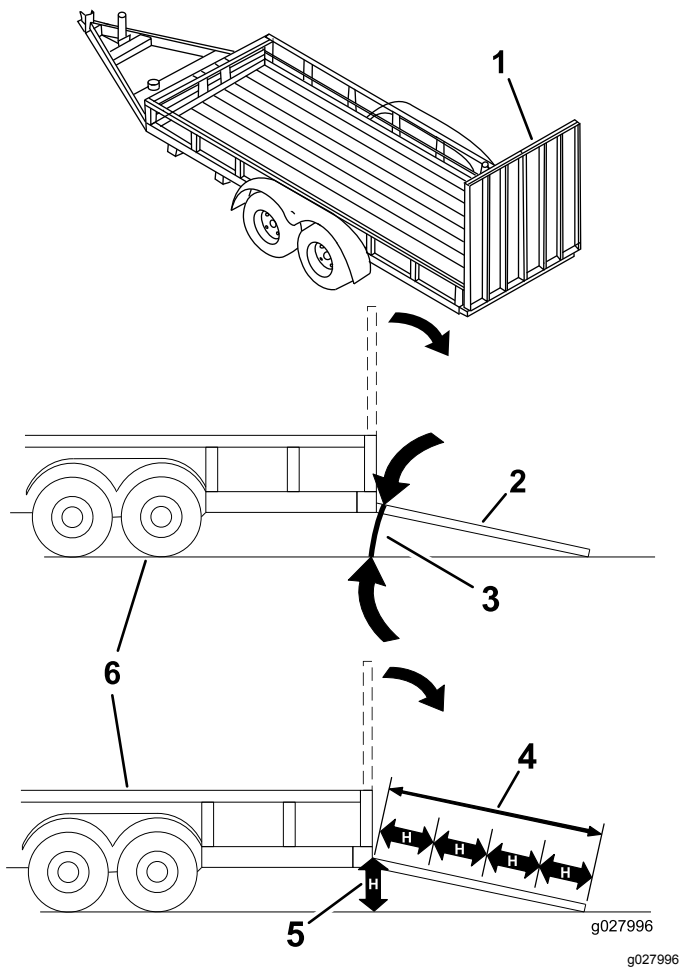

Figura 38
El cargar la máquina en un remolque o un camión aumenta la posibilidad de un vuelco y podría causar lesiones graves o la muerte (Figura 38).
1. Baje la rampa, asegurándose de que el ángulo entre la rampa y el suelo no supera los 15 grados (Figura 38).